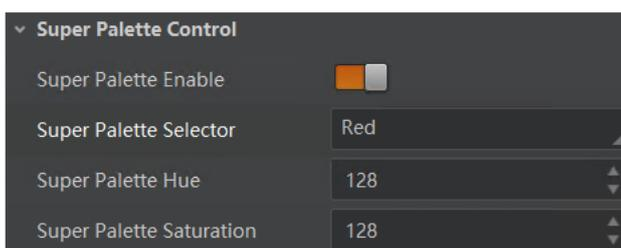

图11-12 Super Palette
3. 修改对应颜色区域的 *Super Palette Hue* 参数值及 *Super Palette Saturation* 参数值，如图 11-12 所示。